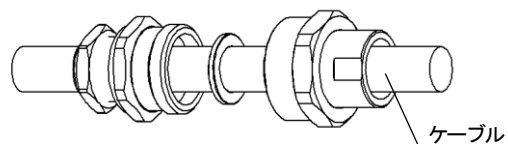

図4
③-3 ケーブルにリング、ナット、スリッピングの順に通します。(図4)